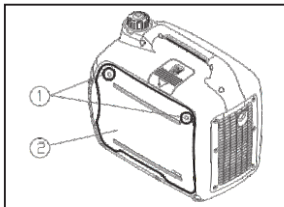

Рис.18
1. Открутите болты (1) и снимите крышку доступа к маслосаливной горловине (2) (рис. 18).